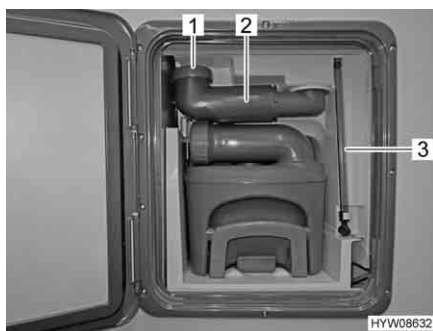

Fig. 105 Serbatoio fecale
- Controllare il livello dell'acqua nel tubo di riflusso (Fig. 105,3). Il livello dell'acqua nel tubo di riflusso corrisponde al livello dell'acqua nella cassetta dell'acqua di risciacquo.
- Ruotare verso l'esterno il bocchettone di riempimento (Fig. 105,2).
- Svitare il coperchio (Fig. 105,1).
- Sganciare il tubo di riflusso (Fig. 105,3) e ruotarlo verso il basso.